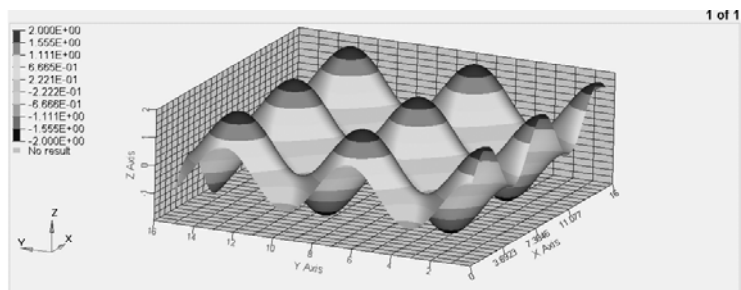

图 13-122 生成云图
- (1) 单击 Curve Attributes (🌈) 按钮激活面板。
- (2) 激活 Surface 标签。
- (3) 单击 Display mode 选项下的 (📄) 按钮，改变曲面的显示模式。
- (4) 单击 (👁️) 按钮，将曲面设置为透明显示模式。
- (5) 将显示模式还原为原来状态。
- (6) 勾选 Contour 复选框。
- (7) 单击 Expressions = 下拉菜单，选择 Z 坐标轴。
- (8) 重复上一步，选择 Y 坐标轴，结果如图 13-122 所示。